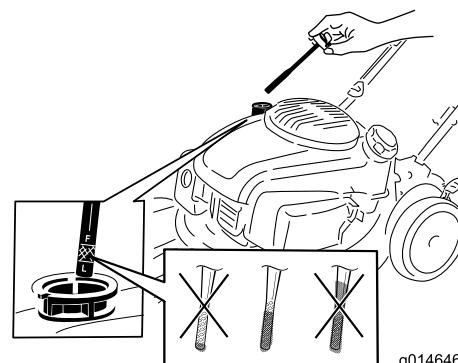

Figure 8
1. Retirez la jauge, essuyez-la sur un chiffon propre puis remettez-la dans le goulot de remplissage, **sans la visser** (Figure 8).
2. Ressortez la jauge et contrôlez le niveau d'huile (Figure 8). Si le niveau n'atteint pas le repère minimum (Add) sur la jauge, versez **lentement** une quantité d'huile suffisante dans le goulot de remplissage pour faire monter le niveau jusqu'au repère maximum (Full). **Ne remplissez pas excessivement.** (Remplissage max. : 0.65 L (22 oz), type : huile détergente 10W-30 ou SAE 30 de classe de service API SJ ou supérieure.)